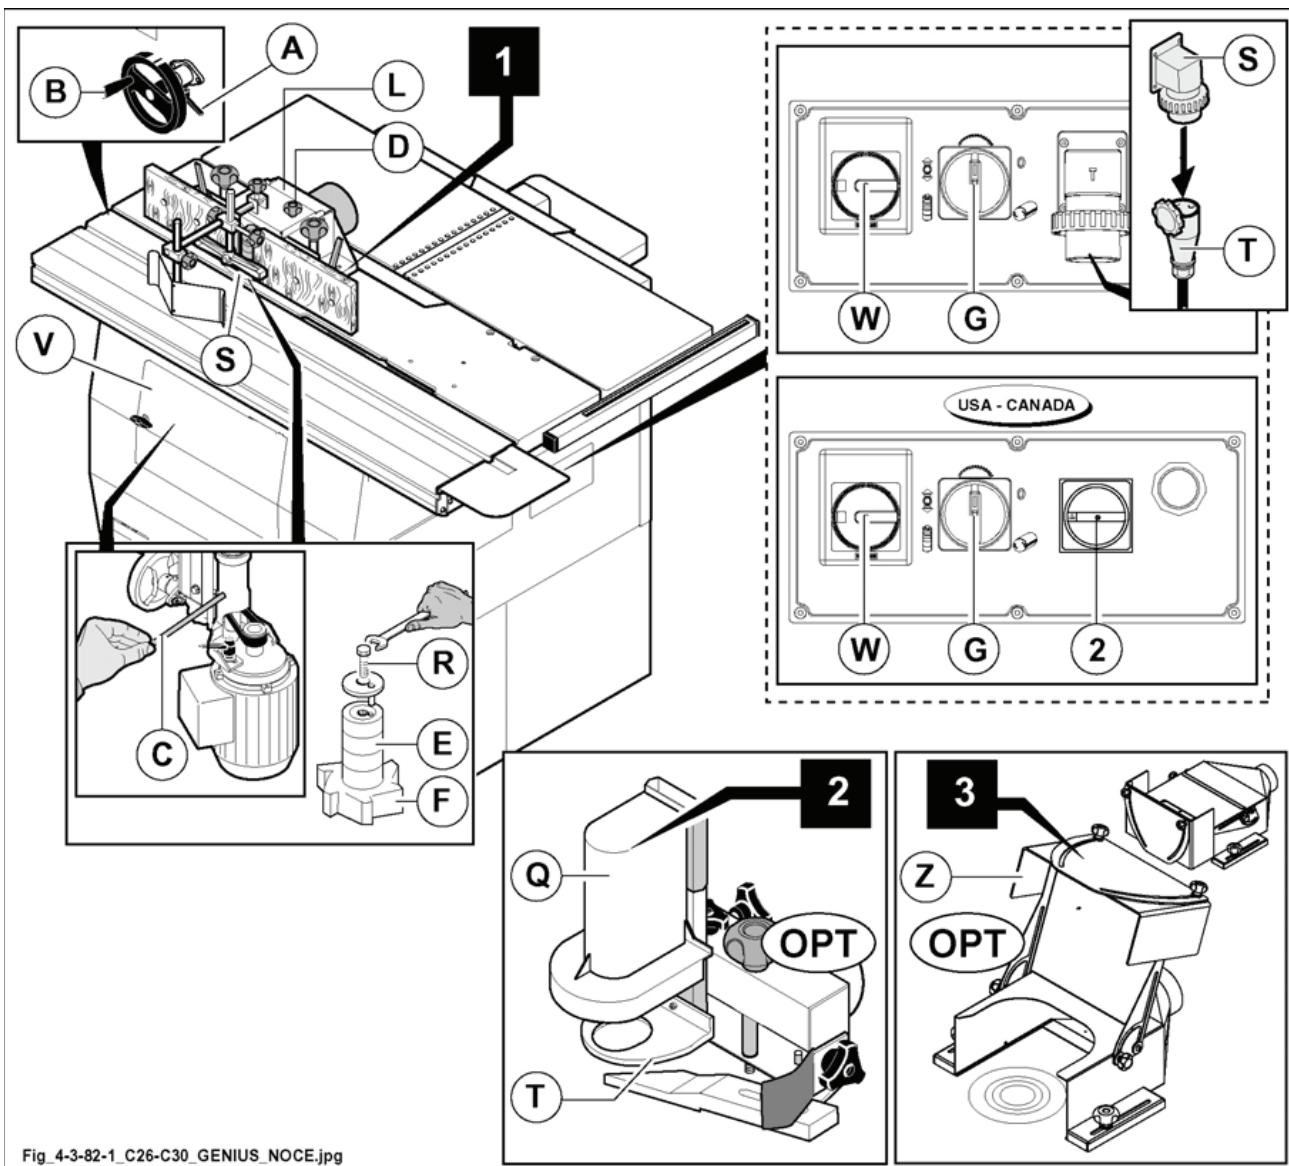

Рис. 4.3-82-1
*(США и Канада) Когда переключатель G (рис. 4.3-82-1) повернут на , станок находится в безопасном положении.*